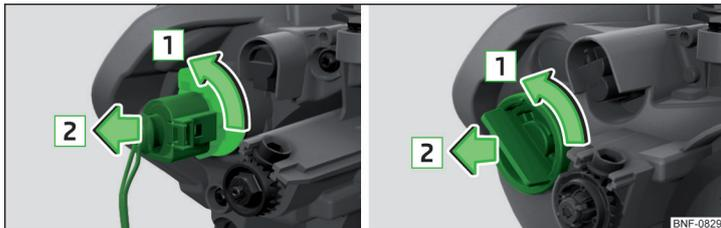

Abb. 175 Glühlampe für Blinklicht vorn wechseln: Variante 1 / Variante 2
- Die Fassung mit der Glühlampe bis zum Anschlag in Pfeilrichtung **1** » Abb. 175 drehen.